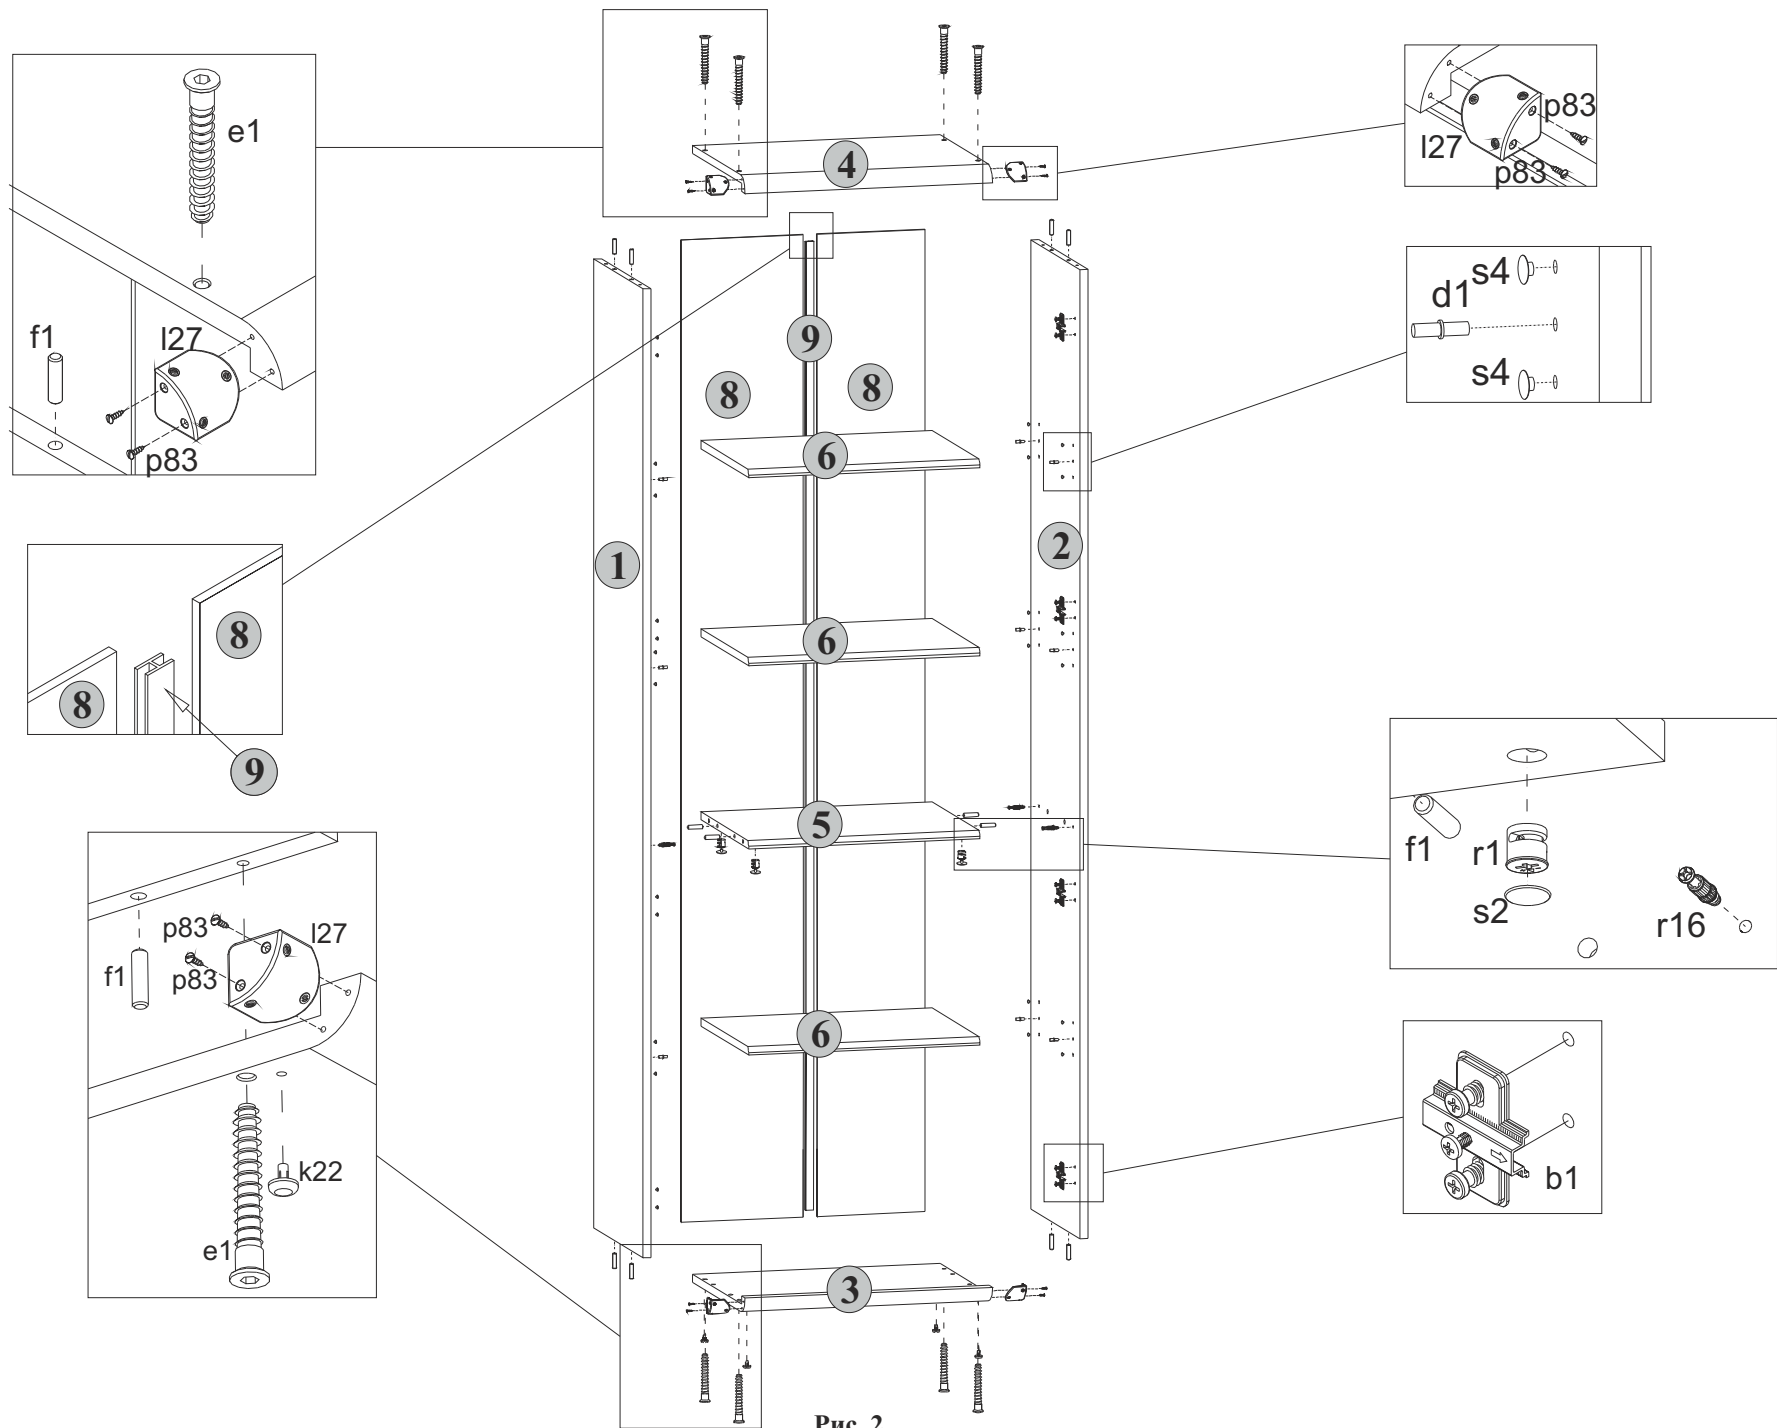

Рис. 2
отверстия закрыть заглушками **s4** (см.рис. 2).
5.6 На нижней поверхности полки соединительной **5** в отверстия диаметром **15 мм** вставить стяжки эксцентриковые **г1** (см.рис. 2).
5.7 В отверстия диаметром **4,5 мм** на нижней поверхности щита нижнего **3** вставить опоры полимерные **k22** (подпятники) (см.рис. 2).
5.8 К стенкам боковым **1 и 2** присоединить щиты нижний **3** и верхний **4** и стянуть еврошурупами **e1**, пользуясь специальным ключом **z1** из комплекта фурнитуры (см.рис. 2).
5.2 В отверстия диаметром 8 мм на верхних и нижних кромках стенок боковых 1 и 2, а также на боковых кромках полки соединительной 5 вбить деревянные шканты f1 (см.рис. 2).
5.4 В отверстия диаметром 5 мм в центральной части на внутренних поверхностях стенок боковых 1 и 2 вкрутить винты стяжки r16 для установки полки соединительной 5, пользуясь крестообразной отверткой (см.рис. 2).